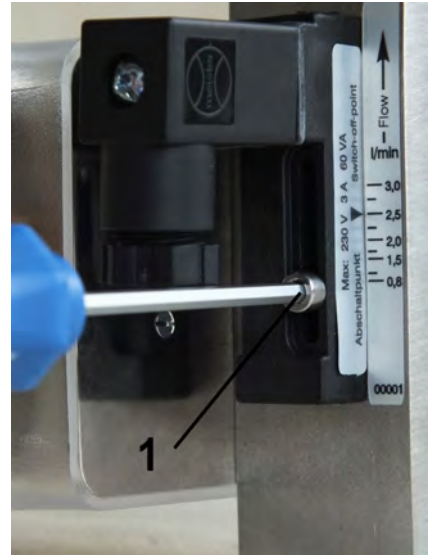

Abb. 33: Feststellschraube lösen
1. ➤ Lösen Sie die Feststellschraube des Schaltkontakts (Abb. 33/1) mit einem Sechskant-Schraubendreher
3. ➤ Ziehen Sie die Feststellschraube des Schaltkontakts (Abb. 33/1) mit einem Sechskant-Schraubendreher wieder an. Beachten Sie dabei das Schrauben-Anziehdrehmoment.